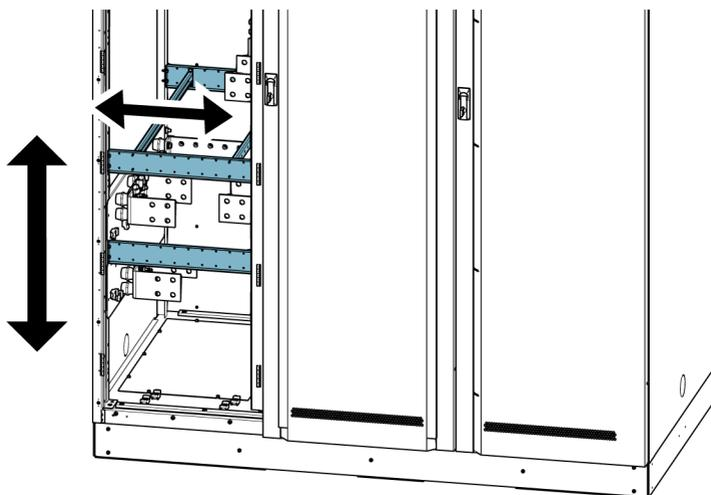

Figura 16. Traverse di supporto dei cavi
7. Disporre e connettere i cablaggi di alimentazione. Se necessario utilizzare le traverse di supporto dei cavi mobili. Vedere la figura 16.